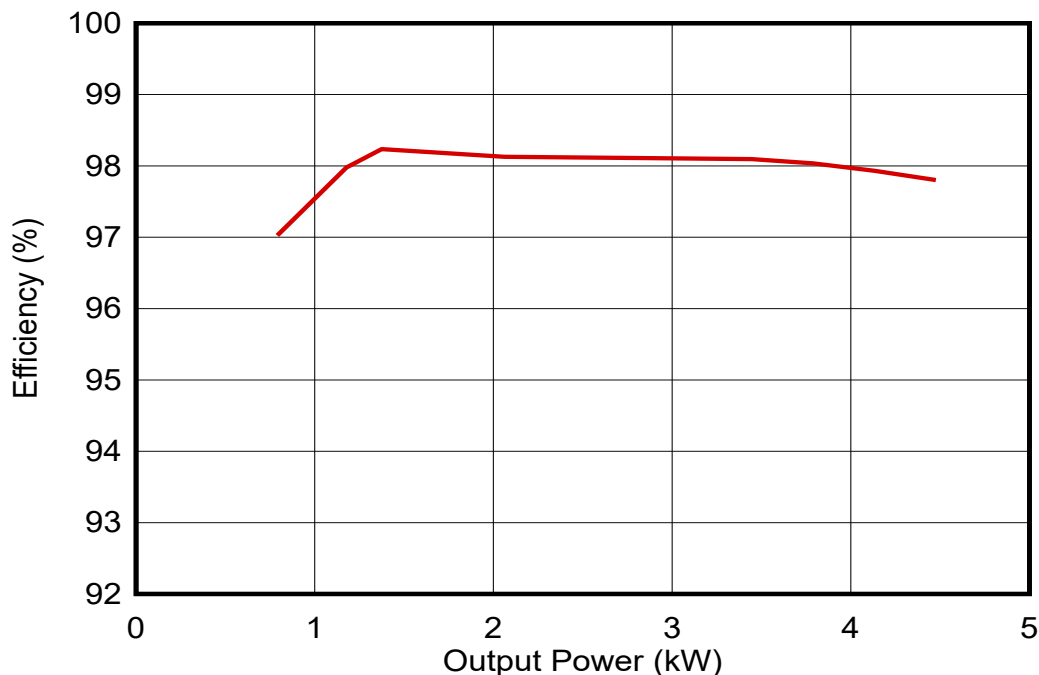

図 6. 太陽光発電パネルの電力をバッテリーに変換する(350V_{DC}、160V_{DC})場合の効率
- String入力からドレインされ、バッテリーに供給される電力 (図 6 を参照)。